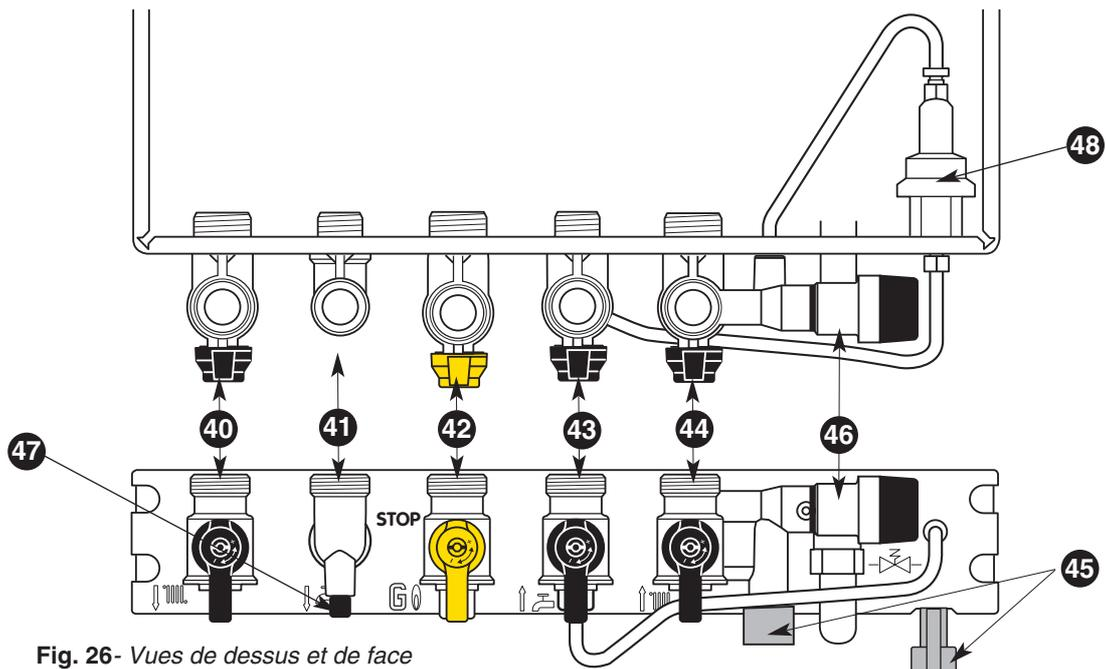

Fig. 26- Vues de dessus et de face
Barrette robinetterie (fig. 26)
3. Ouvrir le robinet gaz 42 (fig.26).
Remarque: Dans certains cas d'installation, il est possible qu'il se produise, après puisage d'eau chaude, un léger réchauffement de la canalisation (et éventuellement d'un radiateur). Pour l'éviter, il suffit de fermer le robinet départ chauffage 40 (fig. 26). Ne pas oublier de l'ouvrir en début de saison de chauffage, lorsque l'on autorise à nouveau le mode chauffage.
- fermer le robinet gaz **42** (fig. 26)
- dévisser la vis **48** du raccord eau chaude sanitaire (fig.26)